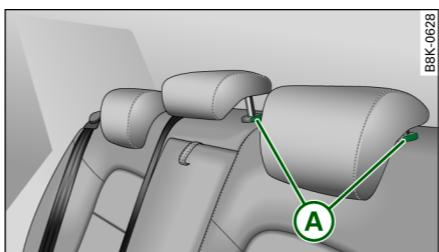

图 67 后座椅：头枕
- 向下调节头枕时, 按按钮 **A** ⇒ 第 54 页, 图 67, 并向下移动头枕。■